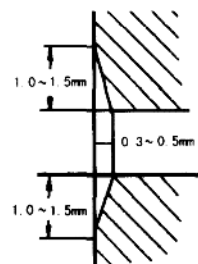

图 1-8 气口边缘的刮修尺寸
④ 镗缸量确定后, 再根据每次吃刀量的允许限度考虑镗缸次数。一般来说, 第一刀进刀量应小些; 最后一刀为了保证规定的表面粗糙度, 进刀量也应小些。这两次进刀量一般可取 0.05mm 以内, 中间几次可大一些, 一般以 0.2mm 为限, 但不要超过镗缸机规定的进刀量。
⑤ 气缸镗好后, 换用特制倒角镗刀将气缸口镗成宽为 1mm, 角度为 30° 的倒角, 以便于安装活塞。对二冲程发动机, 由于气缸内壁上开有气口, 要防止活塞环与气口边缘发生撞击。对此, 在气缸镗好后, 用刮刀或小砂轮对气缸内壁上各气口进行刮修、打磨, 直至符合如图 1-8 所示的